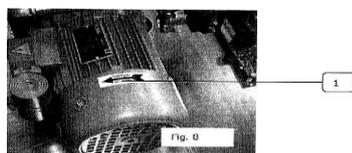

Рис. 8
- b) При питании вакуумного упаковщика от трёхфазного источника электрической энергии, проверьте направление вращения двигателя. Правильное направление вращения указано на наклейке, которая находится на самом двигателе (рис. 8, поз. 1). Если двигатель вращается в противоположном направлении (в этом случае появляется резкий металлический звук, и куполообразная крышка не удерживается в закрытом состоянии), то поменяйте местами два из трёх проводов в электрической вилке (за исключением провода заземления, изоляция которого имеет окраску желтую с зеленым).